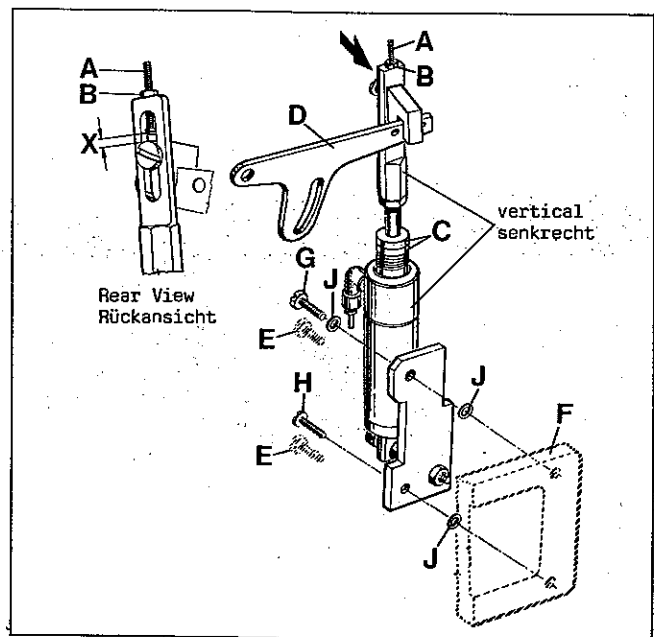

Fig.35
Assemble the pneumatic presser foot lifter, supplied with the sewing table, to the sewing machine (see Fig. 35). For this remove two hex. head screws (E) from the support bracket (F) for the thread trimmer drive. Mount the presser foot lifter with the two screws (G and H, Fig. 35) and three washers (J) so that the air cylinder with strap is vertical (standard setting). Complete the tube connections.
With adjusting screw (A, Fig. 35) the presser foot lifting can be changed. Loosen lock nut (B) and turn adjusting screw (A) down to increase the presser foot lifting or up to decrease it. Retighten lock nut (B). Removal of one or both stop rings (C) is required when presser foot lifting exceeds 2 mm (5/64 in.).
The end play (X, Fig. 35) of presser foot lifter lever (D) should be at least 1 mm (3/64 in.) before the presser foot starts lifting:
Bauen Sie den mit dem Nähstisch gelieferten pneumatischen Drückerfußlifter an die Nähmaschine (siehe Fig. 35). Dazu müssen zwei Sechskantschrauben (E) aus dem Lagerbock (F) für den Fadenabschneider-Antrieb entfernt werden.
Montieren Sie den Drückerfußlifter mit den zwei Schrauben (G und H, Fig. 35) und den drei Scheiben (J) so, daß der Luftzylinder mit Lasche senkrecht steht (Standardeinstellung). Stellen Sie die Schlauchverbindungen her.
Mit der Einstellschraube (A, Fig. 35) kann das Anheben des Drückerfußes verändert werden. Lösen Sie die Feststimmutter (B) und drehen Sie die Einstellschraube (A) nach unten um das Anheben des Drückerfußes zu vergrößern oder nach oben, um es zu verkleinern. Ziehen Sie die Feststimmutter (B) wieder an. Der Ausbau eines oder beider Anschlagringe (C) ist erforderlich, wenn der Drückerfuß mehr als 2 mm angehoben wird. Das Spiel (X, Fig. 35) des Drückerfußlifterhebels (D) muß mindestens 1 mm betragen bevor der Drückerfuß anzuheben beginnt.